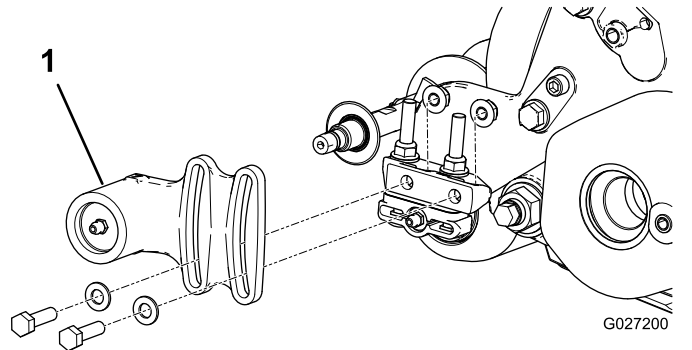
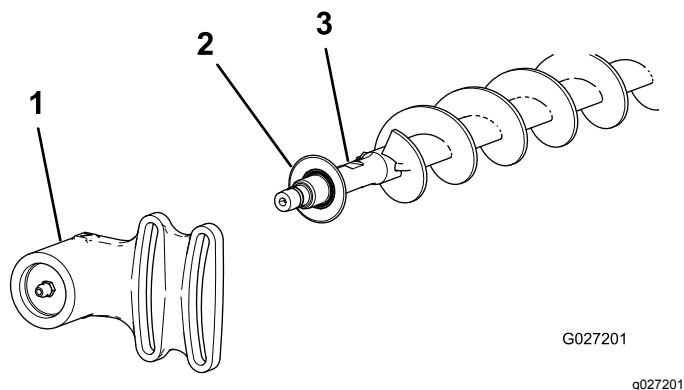

Bild 18
Bild 19
- Wenn eine Rollenbürste an der Schneideinheit montiert ist, entfernen Sie die zwei Schrauben, Scheiben und Muttern, mit denen das nicht angetriebene Lagergehäuse an der Befestigungshalterung des Lagergehäuses befestigt ist (Bild 18 und Bild 19).
- Schieben Sie das nicht angetriebene Lagergehäuse und die Abschlussdichtung von der Bürstenwelle (Bild 19).
9. Setzen Sie die Ausschlussdichtung und das nicht angetriebene Lagergehäuse auf die Bürstenwelle (**Bild 19**).